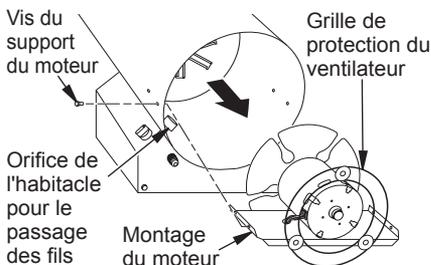

Figure 6 - Retrait du moteur, du support du moteur et de la grille du ventilateur de l'appareil
- Retirez les vis qui retiennent le support du moteur à l'habillage. Employez un tourne-écrou (voir figure 6).